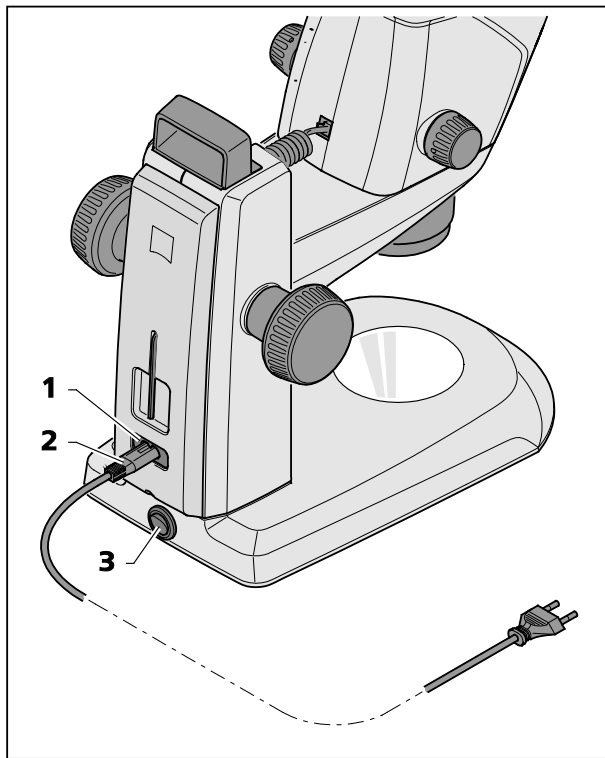

图 5 连接立体显微镜
- 将电线(图 5/2) 插入镜臂的电源连接槽(图 5/1)。
- 将电线(图 5/2) 插入某个电源插座。
- 通过电源开关(图 5/3) 打开或关闭立体显微镜。
- 根据第 3.3 节通过电源开关(图 5/3)，打开立体显微镜。